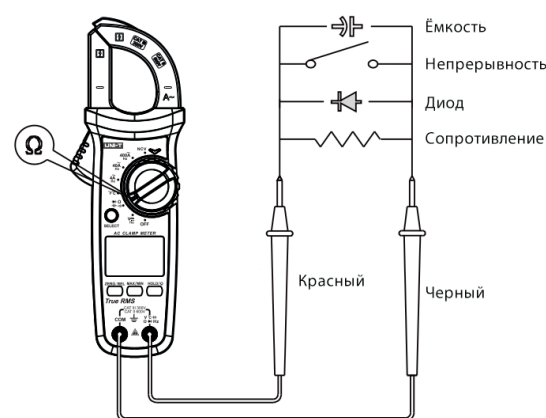

Рисунок 4
### 3. Измерение сопротивления (рисунок 4)
### 4. Измерение целостности цепи (рисунок 4)
5. Проверка диодов (рисунок 4)
6. Измерение ёмкости (только для UT202R/UT202F, рисунок 4)